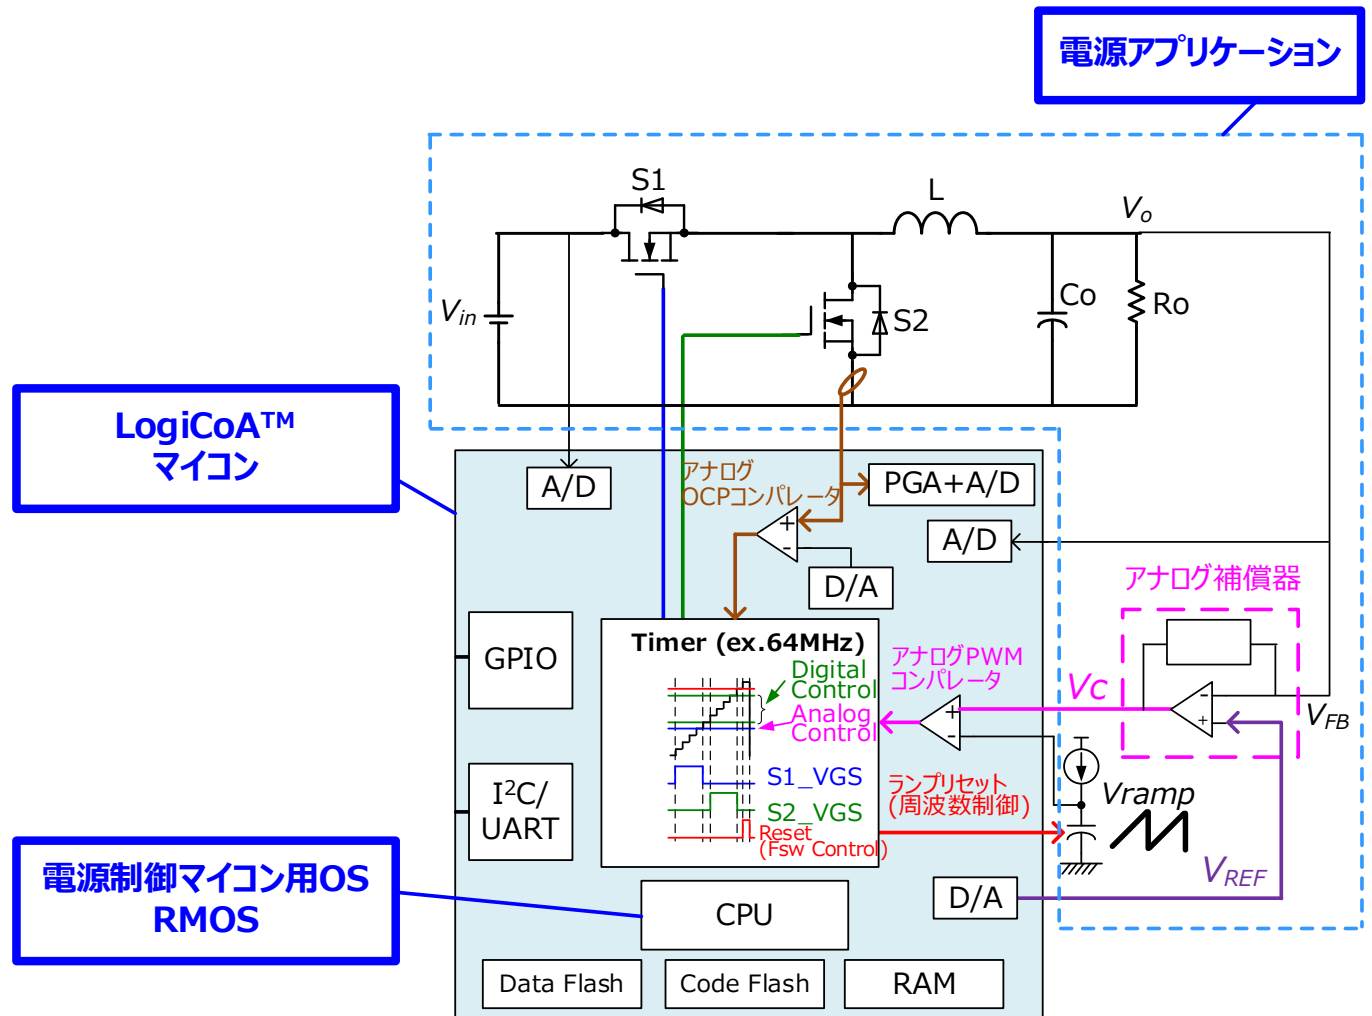

Figure 1-1. LogiCoA™ 電源ソリューションのシステム概要
LogiCoA™ 電源ソリューションの概要を Figure 1-1 に示します。LogiCoA™ 電源はアナログ・デジタル融合制御を電源制御に用いたソリューションで①電源制御用マイコン(LogiCoA™ マイコン)ML62Q203x/ML62Q204x(以降 ML62Q20xx グループ)、②電源制御マイコン用オペレーティングシステム RMOS、③電源アプリケーションの三つの要素から構成されます。アナログ・デジタル融合制御の詳細については、解説アプリケーションノート[2]を参照してください。